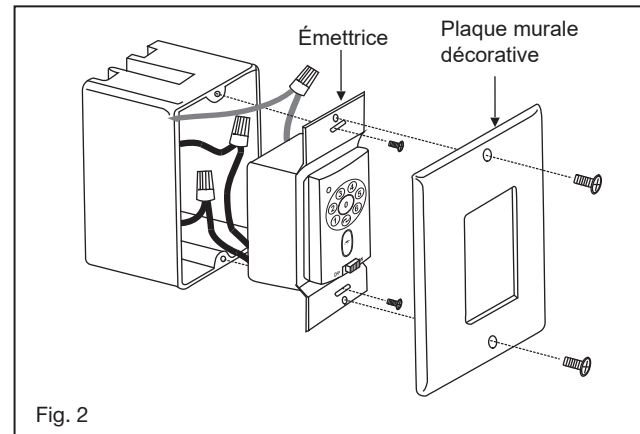

Fig. 2
- 4 Installez l'émetteur mural sur la boîte murale existante à l'aide des vis fournies. Fixez la plaque murale avec les vis de montage pour terminer l'installation. (Fig.2)